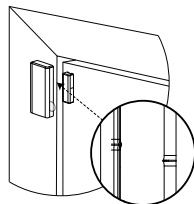

Figura 3: Device and magnet position on door and door frame
- Coloque el dispositivo en el marco de una ventana o puerta y el imán en la superficie móvil de la propia puerta o ventana, alineado de acuerdo con las marcas de ubicación. Ver a Figura 3.
- Atornille la base magnética a la puerta alineándola con el receptor. Ver a Figura 3. Ver más en *Posiciones típicas del interruptor de láminas (reed switch)*